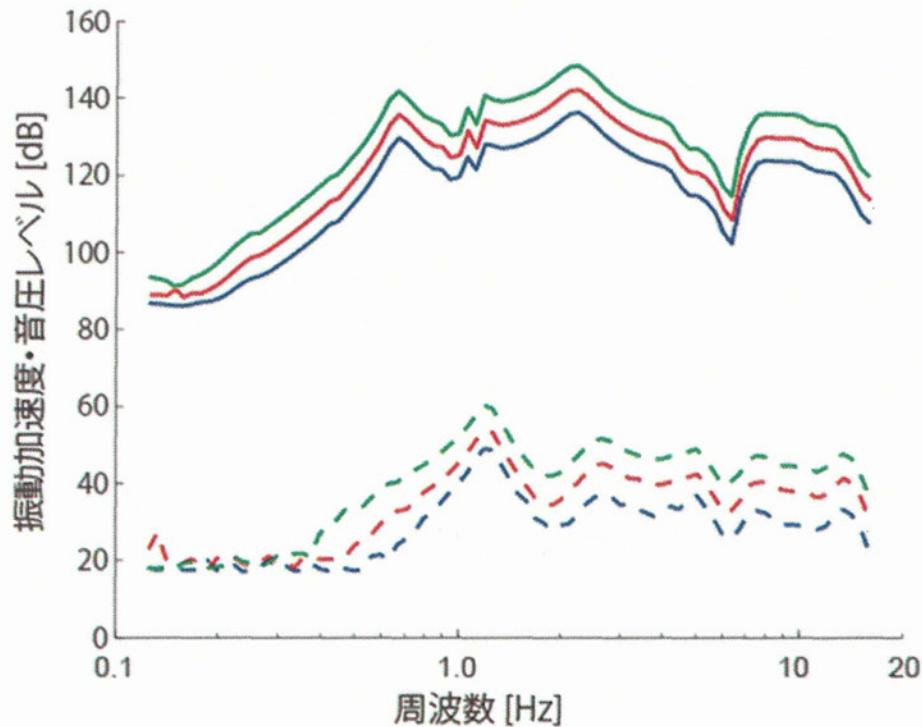

図 65 振動子の振動加速度レベル（実線）と音圧レベル（点線）（—: 2 V, —: 1 V, —: 0.5 V）
振動子が発する振動と音の周波数的特徴を図 65 に示す。加速度振動レベル・音圧レベルは式 (16) により求まり、 P_{ref} は加速度振動レベルで 10^{-6} m/s^2 、音圧レベルで $20 \times 10^{-6} \text{ Pa}$ である。